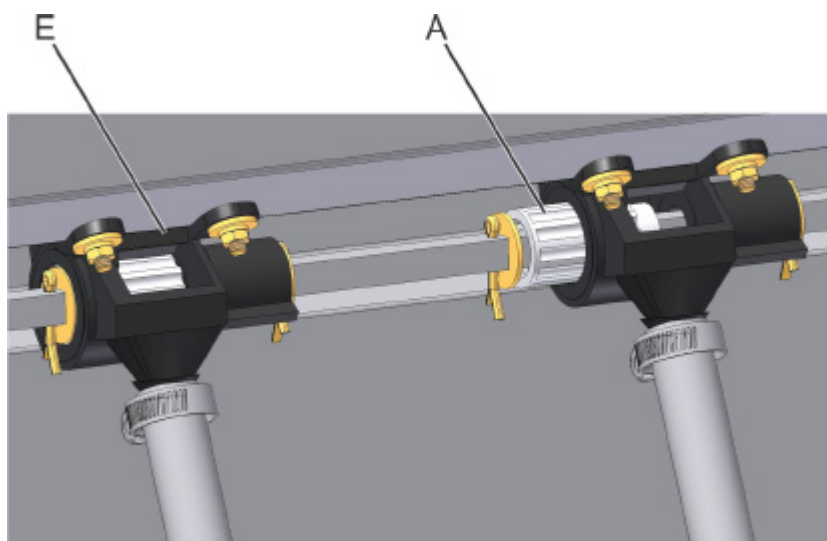
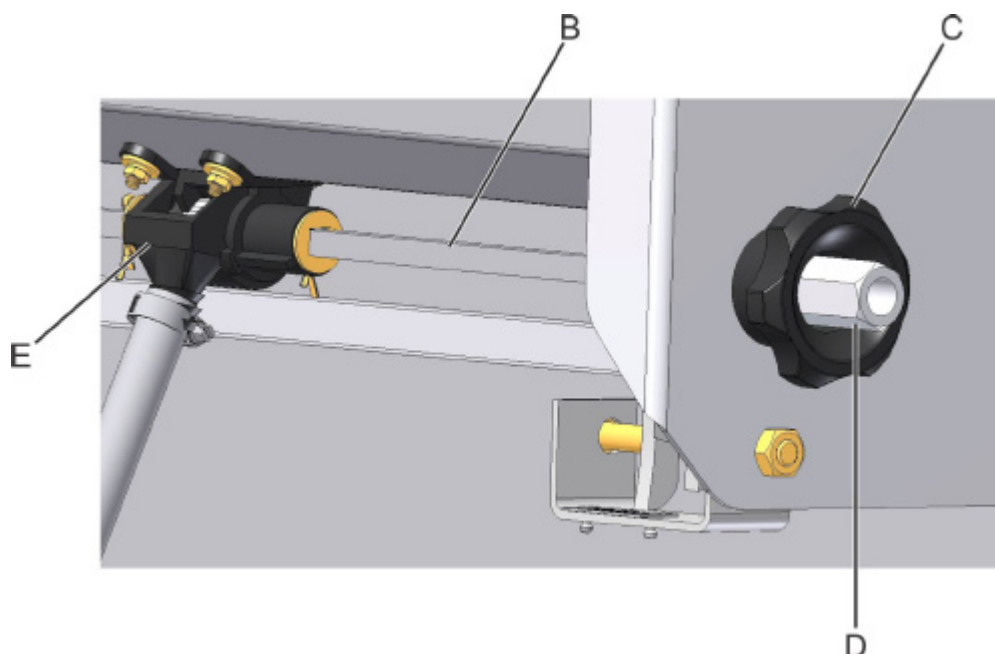

fig. 20
fig. 21
La distribución de semillas menudas es realizada por un rotor acanalado (A) (fig. 20), montado en un Conjunto Dosificador de Semillas Menudas (E) (fig. 20/21), el cual es accionado por un eje cuadrado (B) (fig. 21), que posibilita el desplazamiento sobre ese eje, determinando una mayor o menor cantidad de semillas que será distribuida.
El procedimiento de ajuste es realizado a través del desplazamiento del eje (B) aumentando o disminuyendo la apertura de trabajo de los rotores dentro del Conjunto Dosificador (E), accionado por el manípulo (C) (fig. 21). Para hacer el ajuste basta aflojar la tuerca (D) (fig. 21), después que haya sido escogida la dosificación de semillas, luego trabar el sistema apretando la tuerca (D).